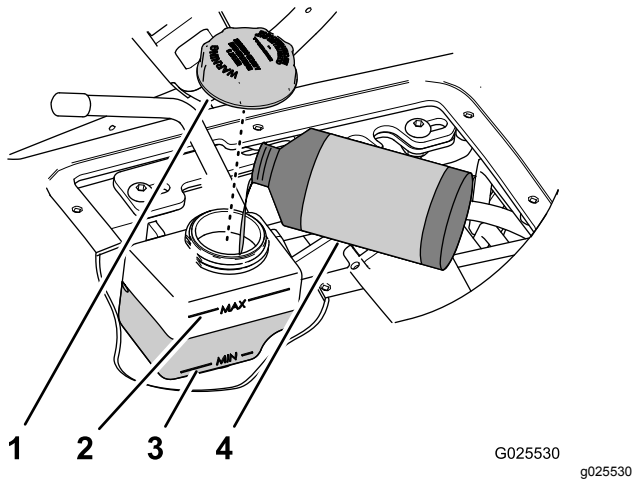

Figure 69
4. Contrôlez le niveau de liquide dans le réservoir du vérin de commande de vitesse (Figure 69).
- A. Nettoyez la surface autour du bouchon du réservoir (Figure 69).
- B. Retirez le bouchon du réservoir (Figure 69).
- C. Ajoutez du liquide spécifié pour faire monter le niveau entre les repères Min et Max sur le côté du réservoir (Figure 69).
- D. Remettez le bouchon et serrez-le à la main (Figure 69).